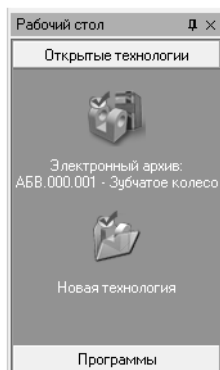

Рис. 13.2.
5. Нажмите кнопку **Рабочий стол**. Слева от панели справочников и программ появилась еще одна панель, содержащая наименования открытых ТП (рис. 13.2). Пиктограммы кнопок показывают состояние ТП и место их хранения1.